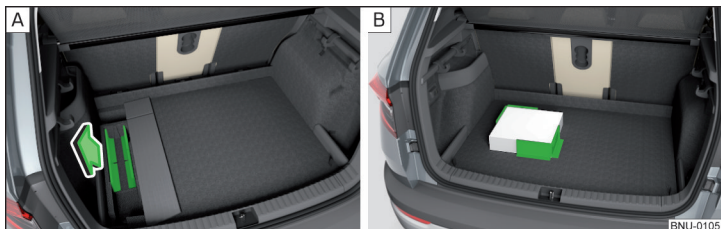

Fig. 145 Retirar los elementos de carga / Ejemplo de fijación de la carga
- Antes del uso, retirar el elemento de carga en el sentido de la flecha » fig. 145 - **A**.
- Fijar la carga por medio de los elementos de carga si es posible cerca de los asientos traseros » fig. 145 - **B**.